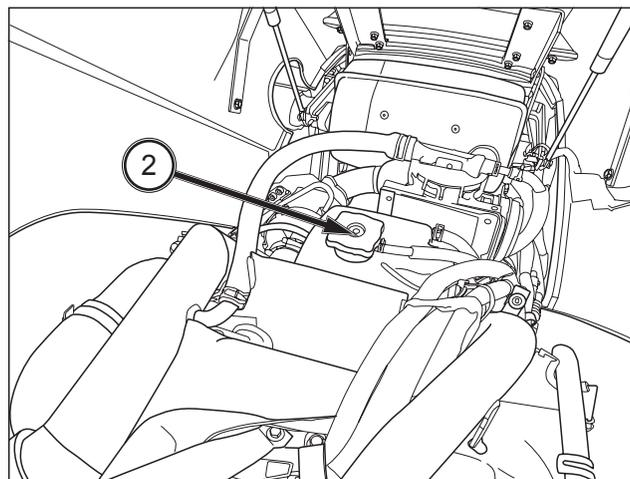

FIG. 156
**FIG. 156 :** Serrez fermement le bouchon du vase d'expansion. Démarrez le moteur et faites-le tourner pendant environ 5 minutes à régime moyen (env. 1 500 tr/min). Puis arrêtez le moteur.